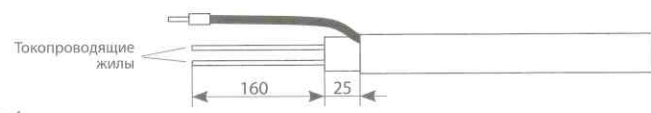

Рис. 4
5.1.4. Снять матрицу с токопроводящих жил (см. рис. 4).